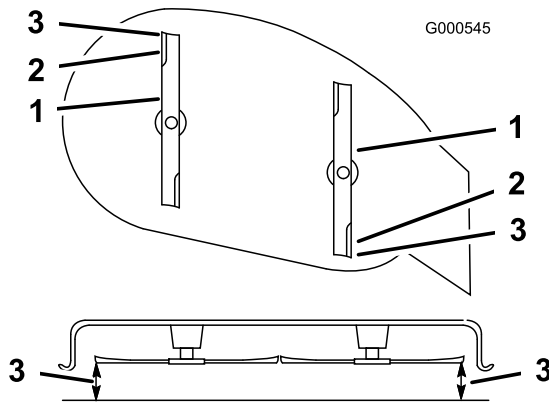

Figura 41
6. Mida entre la parte superior de la cuchilla delantera y la superficie plana y entre la punta de la cuchilla trasera y la superficie plana (Figura 41). Si la punta de la cuchilla delantera no está entre 0 a 6 mm más baja que la punta de la cuchilla trasera, ajuste la contratuerca delantera.
Nota: Siga ajustando la tuerca hasta que la punta de la cuchilla más avanzada esté de 0 a 6 mm más baja que la punta de la cuchilla más atrasada (Figura 41).